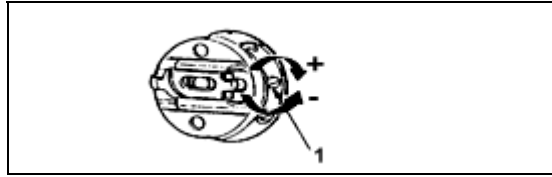

Fig. 19
Regule a tensão do fio na bobina com o parafuso de regulagem da tensão (1) conforme indicado na fig. 19